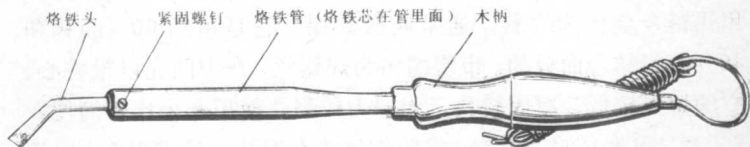
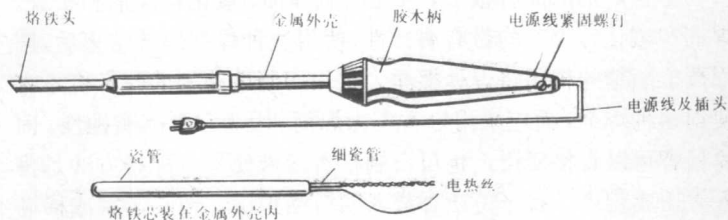

图 1-1-1 外热式电烙铁的结构
图 1-1-2 内热式电烙铁的结构
1. 电烙铁一般分为外热式（图 1-1-1）和内热式（图 1-1-2）两种。外热式的电烙铁体积和重量都较大，价格也较高，预